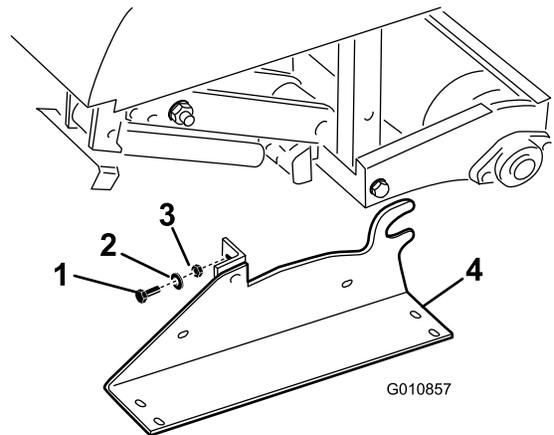

図 34
2. 保管用スタンドとエアレータとを接続しているボルトとロックワッシャとナットを取り外す 図 34。